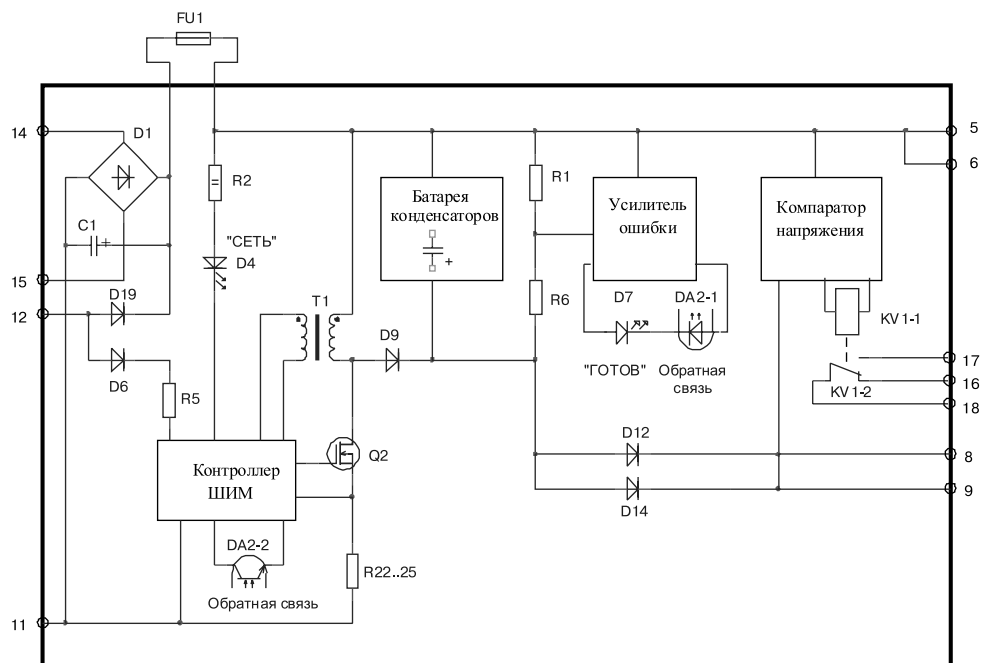

Рисунок 5. Функциональная схема БП
Рядом с разъемом располагается держатель плавкой вставки (предохранителя). Предохранитель FU1 установлен последовательно в цепи питания блока, как показано на функциональной схеме рис.5.
1.3.2 БП преобразует переменное/постоянное напряжение 220 В или постоянное 12...24 В в постоянное напряжение 230В. Принцип действия БП основан на импульсном методе преобразования напряжения. Функциональные узлы БП представлены на рис.5.